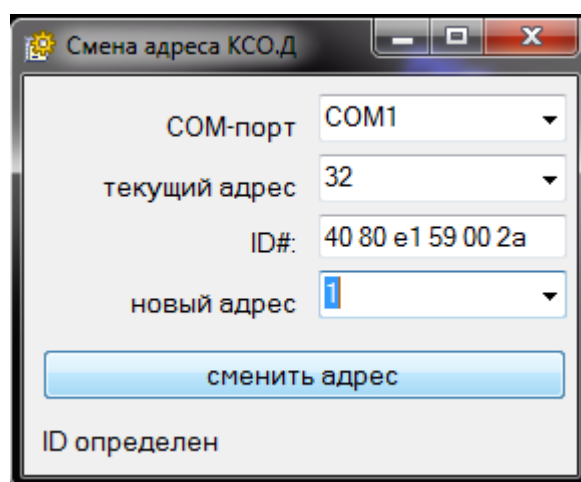

Рис.19
2). Ввести в поле «Текущий адрес» заводской адрес КСО.Д (исп.485) – 32, при этом в поле «#ID» появится уникальный 12-тизначный ID-номер КСО.Д. В поле «новый адрес» ввести новый адрес КСО.Д и нажать кнопку «сменить адрес» (рисунок 19).